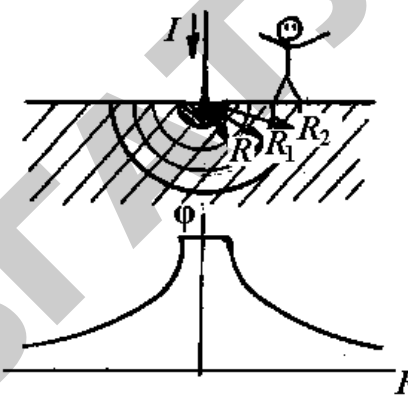

Рис. 8.4
8.3.4. Ток короткого замыкания 1000 А проходит через фундамент опоры, который можно рассматривать как полусферический заземлитель. Удельная проводимость земли  $2 \cdot 10^{-2}$  См/м. Найти шаговое напряжение на расстоянии 5 м от центра опоры (длина шага 0,8 м) (рис. 8.4).